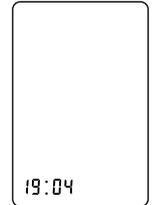

Bild 3
- Stellen Sie nun mit der Speicher-Taste die Stunden ein und bestätigen Sie die Eingabe mit der Start/Stop-Taste. Verfahren Sie entsprechend bei der Einstellung der Minuten (Bild 3).